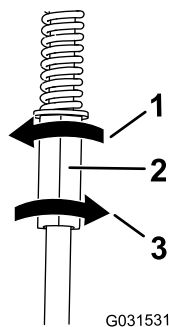

Figure 58
4. Tournez la tige de commande gauche d'un quart de tour à la fois jusqu'à ce que la machine avance en ligne droite (Figure 58).